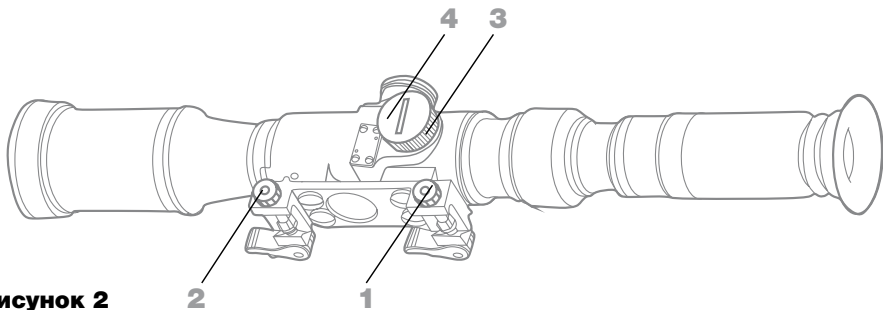

Рисунок 2
- вывести из зацепления регулировочные гайки 1, 2 (рисунок 2);
Регулировка яркости сетки осуществляется вращением корпуса батарейного отсека 3 (рисунок 2). На корпусе батарейного отсека 3 нанесены цифры от “0” до “12”. Включение прицела происходит при вращении корпуса батарейного отсека 3 в сторону увеличения цифр, при этом увеличивается яркость подсветки, а уменьшается при повороте в противоположную сторону. Выключение прицела происходит при установке цифры “0” напротив риски, нанесенной на корпусе прицела.
CR2032 (далее по тексту – батарея). Установка батареи в прицел (рисунок 2) осуществляется в следующей последовательности: